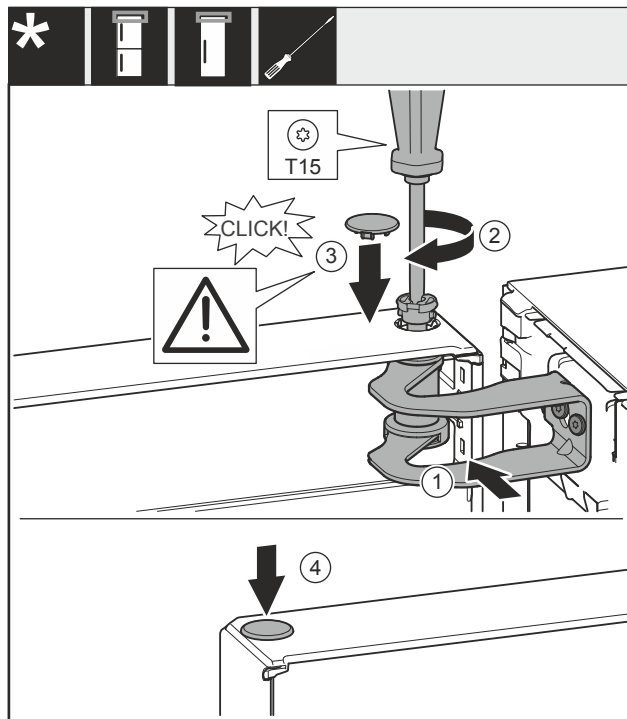

Fig. 22
- Ευθυγραμμίστε την πόρτα με το άνοιγμα στο στήριγμα Fig. 22 (1).
- Τοποθετήστε τον πείρο Fig. 22 (2) και σφίξτε με κατσαβίδι.
- Τοποθετήστε το κάλυμμα Fig. 22 (3).
- Ελέγξτε, ότι το κάλυμμα Fig. 22 (3) εφαρμόζει στην πόρτα.
- Τοποθετήστε το κάλυμμα Fig. 22 (4).